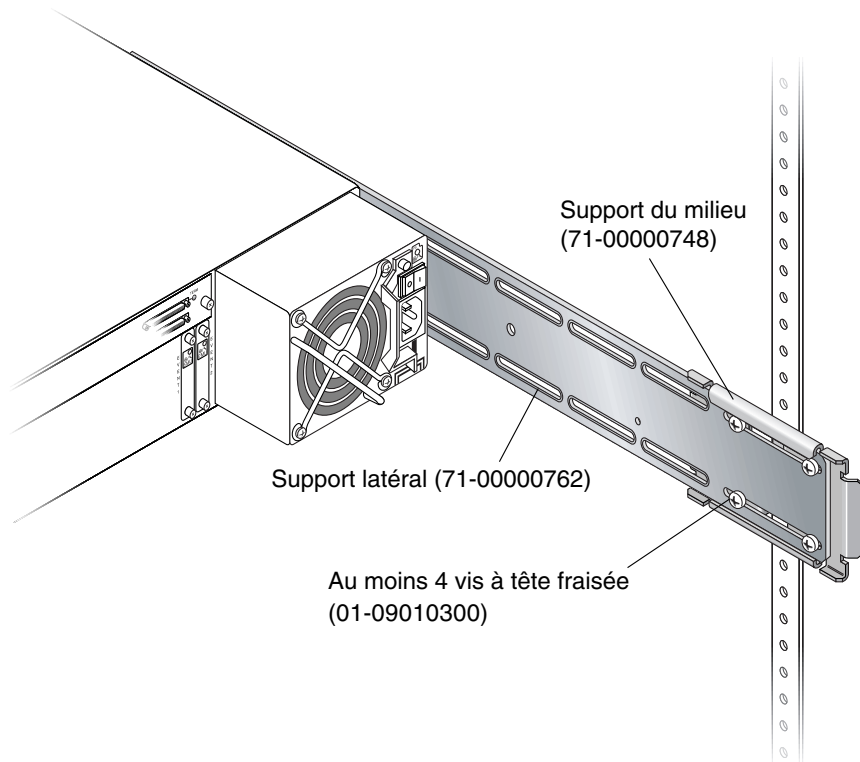

FIGURE 2-12 Exemple de montage de supports du milieu et latéraux
8. Fixez chaque support latéral à un support du milieu (voir FIGURE 2-12).